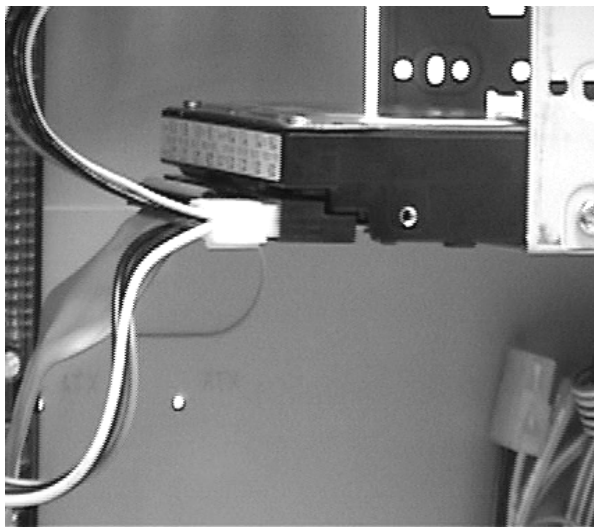

图 4.8 硬盘的连接
- ①硬盘的电缆需要使用 80 芯的电缆,这样才能支持 ATA100 或 ATA133,如图 4.8 所示。
- ②在连接时电缆线的红边对应 IDE 接口和硬盘或光驱数据线接口的 1 端。